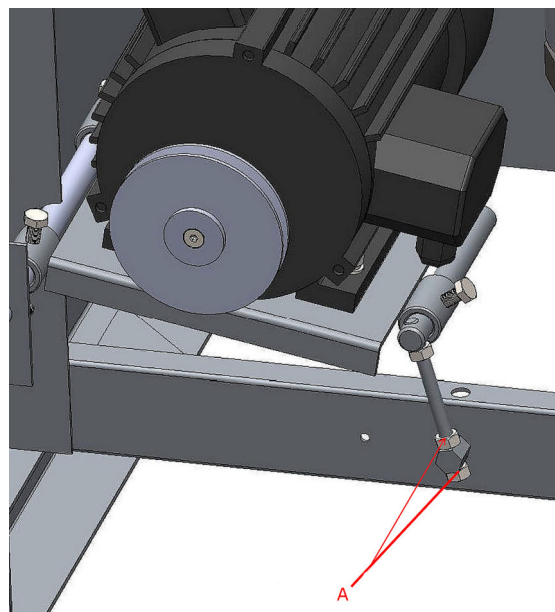

Abb. 25: Antriebsriemen spannen
Schritt 4: Antriebsriemen durch lösen bzw. festziehen der beiden Mutter A (Abb.25) spannen.